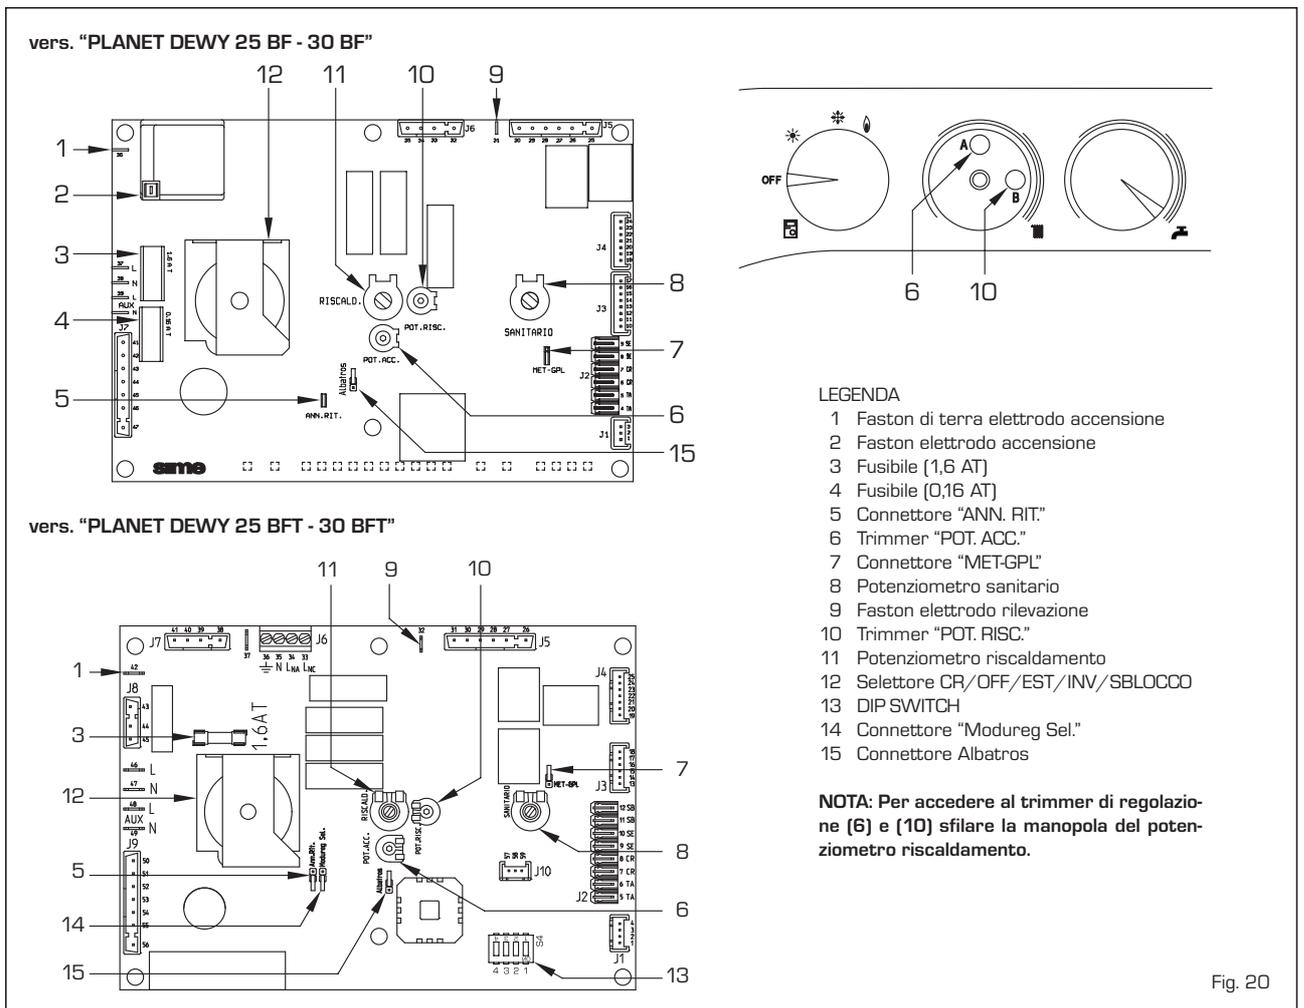

Fig. 20
- **Trimmer "POT. RISC."** (10 fig. 20)
- **Trimmer "POT. ACC."** (6 fig. 20)
- **Connettore "MET-GPL"** (7 fig. 20)
- **Connettore "ANN. RIT."** (5 fig. 20)
- **DIP SWITCH** (13 fig. 20)
- **Connettore Modureg Sel.** (14 fig. 20)
- **Connettore "Albatros"** (15 fig. 20)
Per effettuare la regolazione della potenza riscaldamento, modificando la taratura di fabbrica il cui valore di potenza è intorno ai 17 kW, occorre operare con un cacciavite sul trimmer potenza riscaldamento (10 fig. 20). Per aumentare la pressione di lavoro ruotare il trimmer in senso orario, per diminuire la pressione ruotare il trimmer in senso antiorario.